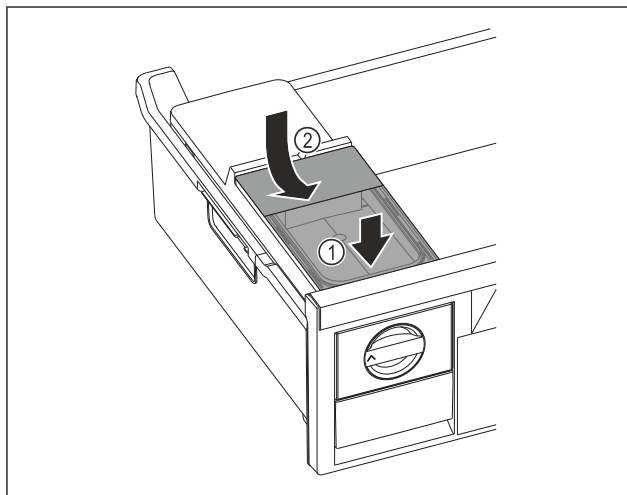

Fig. 72
- Placera vattenbehållaren fram till Fig. 72 (1)
- Sänk ned vattenbehållarens baksida. Fig. 72 (2)